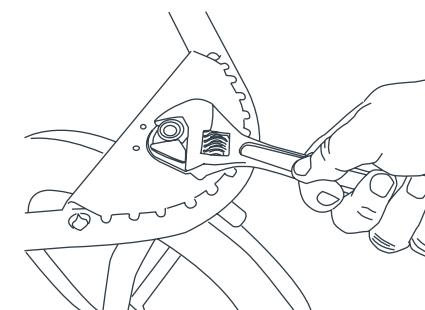

Fig. 21
- 21)** • Si la roue avant oscille au-delà de ce qui est normal lors de l'utilisation pour la marche ou le jogging, vous devrez peut-être ajuster l'écrou de la roue avant. Cet écrou est situé sous le repose-pied situé à l'avant de la Poussette. Vous pouvez utiliser une clé à molette pour serrer l'écrou (Fig. 21).